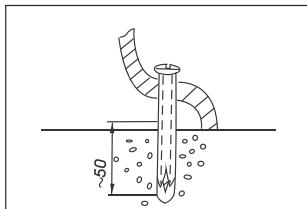

Рис. 4
4. Крепеж изделия (**рис. 4**). Изделие крепится к полу на 2-х винтах. Не рекомендуется устанавливать изделия на/в свежесуложенный бетон. **Внимание!** Перед установкой либо регулировкой арматуры в бачке унитаза-компакта удалите прокладочный материал, размещенный между бачком и крышкой унитаза. Прокладочный материал в дальнейшем в сборке унитаза-компакта не используется и подлежит утилизации.